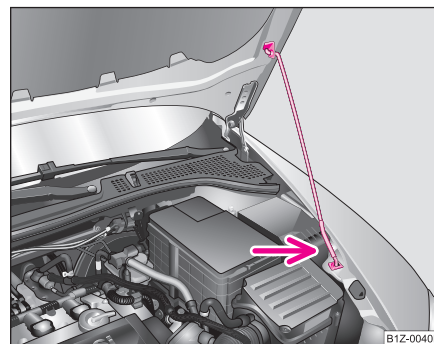

Fig. 186 Seguro del capó con la varilla de apoyo
- Saque la varilla de apoyo de su fijación y engánchela en la abertura prevista con tal fin ⇒ **página 251, fig. 186.**